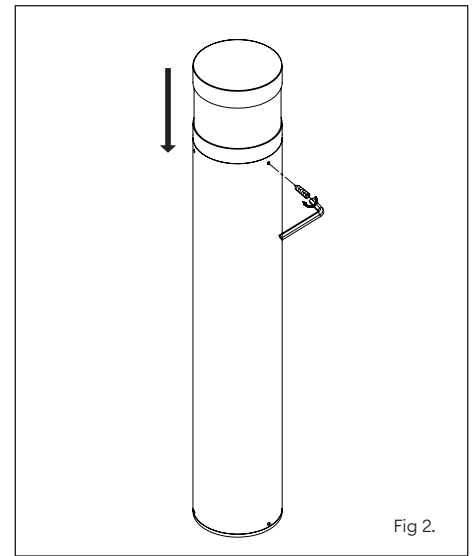

Fig 2.
10. Locate the head over post and secure with three side screws (Fig 2).
10. Placez la tête sur le tube et fixez avec trois vis latérales (fig. 2).
10. Posizionare la testa sul montante e fissarla con le tre viti laterali (Fig. 2).